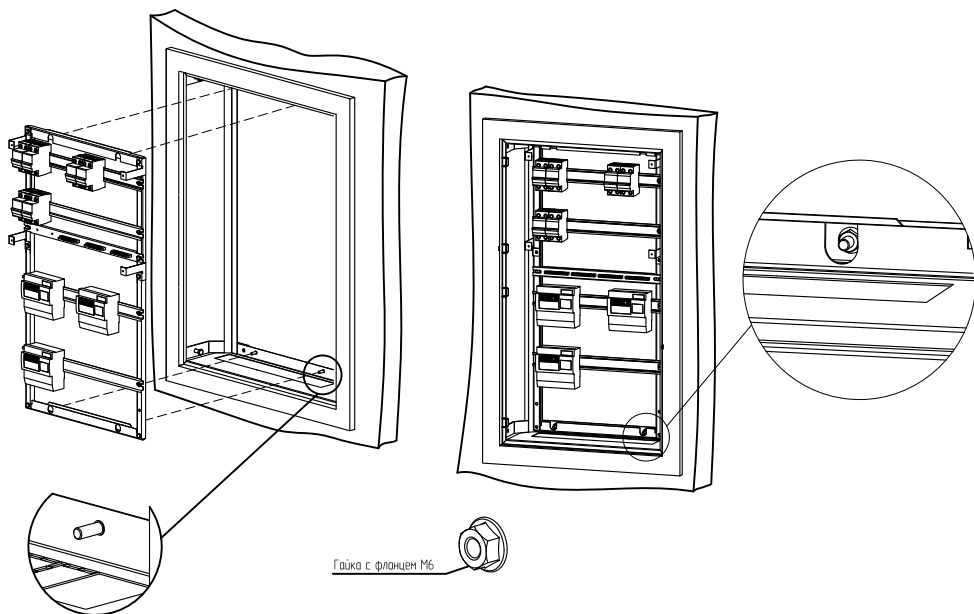

Рисунок 10
5.1 Собранный каркас с выполненными внутренними электрическими соединениями вставьте в корпус ЩЭ и подвесьте на приваренных шпильках (рисунок 10).